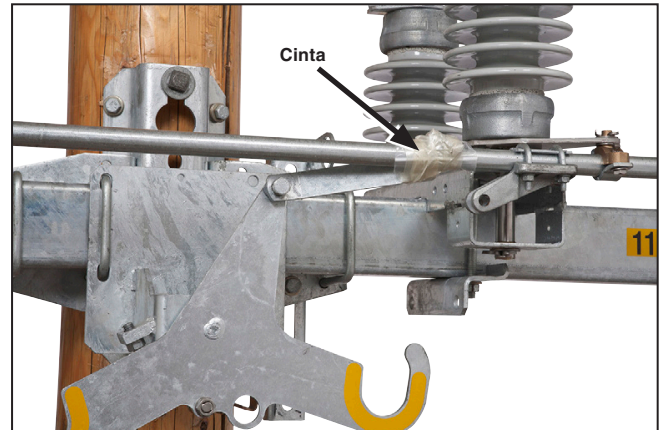

Figura 2. Remoción de la cinta que sujeta el eslabón operativo.
**PASO 1.** Quite la cinta que sujeta el eslabón de la palanca operativa, tal y como se muestra en la Figura 2.